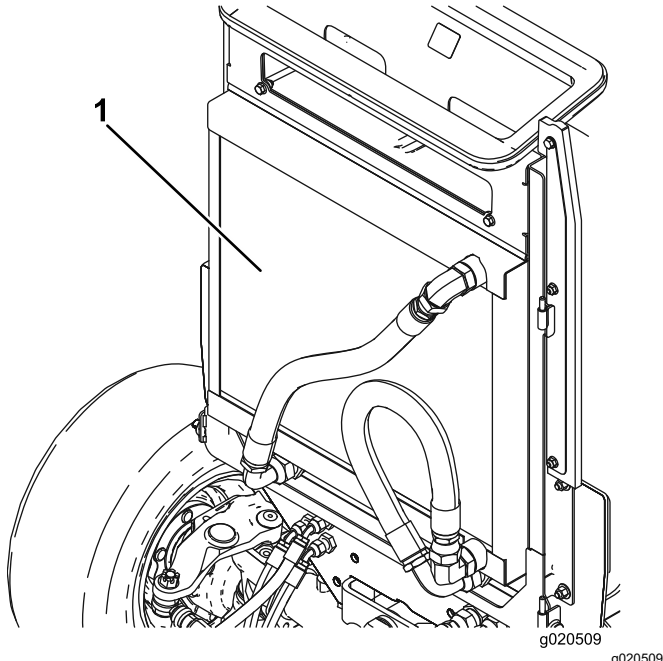

Figura 74
5. Limpie a fondo ambos lados del enfriador de aceite y del radiador con aire comprimido (Figura 74).